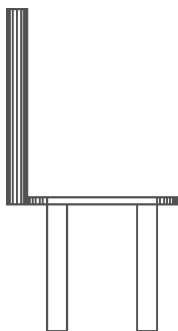

图 8-24 拉伸实体
2) 在功能区单击“常用”选项卡→“视图”面板→“三维导航”按钮, 将其设为“东南等轴测”, 在功能区单击“常用”选项卡→“建模”面板→“拉伸”按钮, 分别对椅面、椅腿和靠背进行拉伸, 并根据提示将椅面拉伸高度设为 20, 将椅腿拉伸高度设为 400, 将靠背拉伸高度设为 600, 如图 8-24 所示。